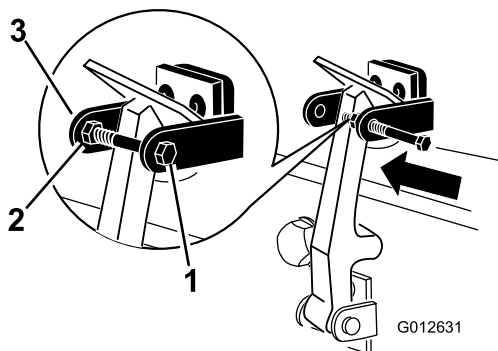

Рисунок 6
8. Вверните болт в другой рычаг кронштейна защелки капота для фиксации защелки в рабочем положении (Рисунок 6). Затяните болт, но не затягивайте гайку.